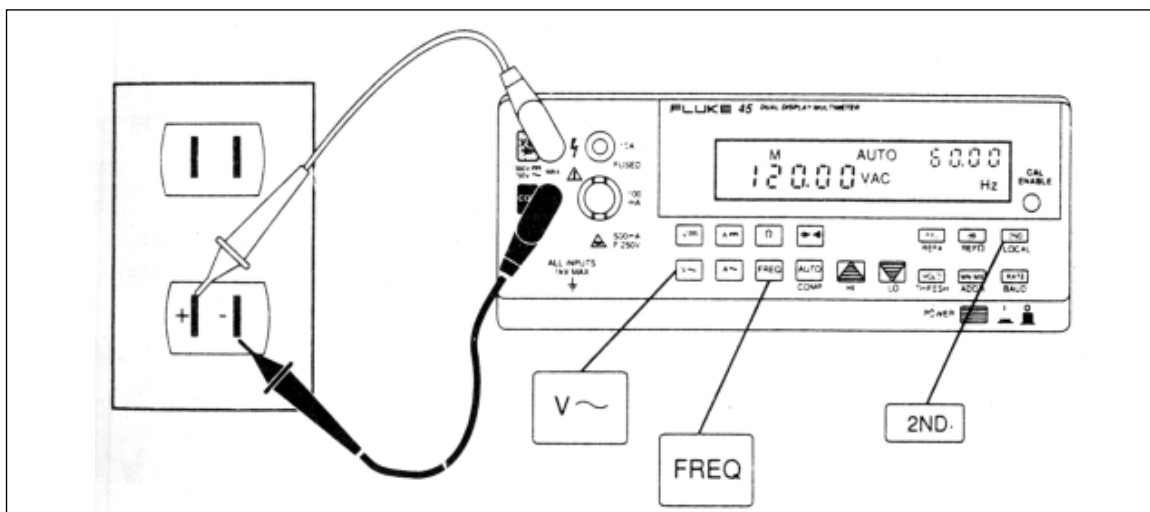

图4-1 双显示器显示交流电压和频率
- ①、按入“POWER”键使双显表开机。
- ②、把测试线插入V Ω $\rightarrow$ COM输入端。
- ③、按动 $\boxed{V\sim}$ 键,为第一显示器选择交流电压功能。
- ④、按动 $\boxed{2ND}$ 键,然后按动 $\boxed{FREQ}$ 键,为第二显示器选择频率功能。
- ⑤、把测试线插头插入电源插座,双显表显示器上出现的情况如图4-1所示。